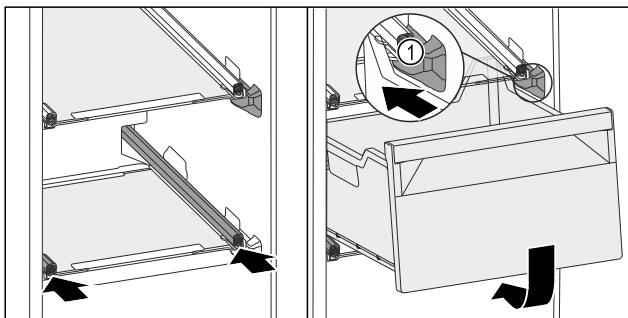

Fig. 140
- Far passare il cassetto intorno ai fermi Fig. 140 (1).